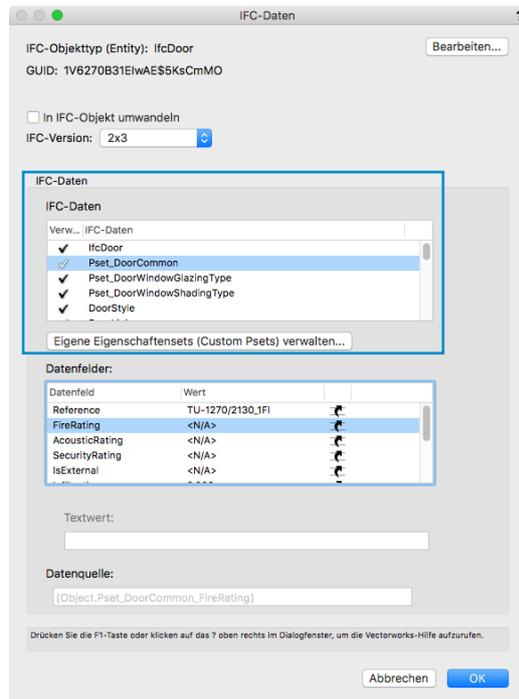

BILD 3B
2. Die IFC-Daten, die dem Objekt zugewiesen sind – sogenannte Eigenschaftensets oder Psets (für Property Sets, siehe BILD 3B).